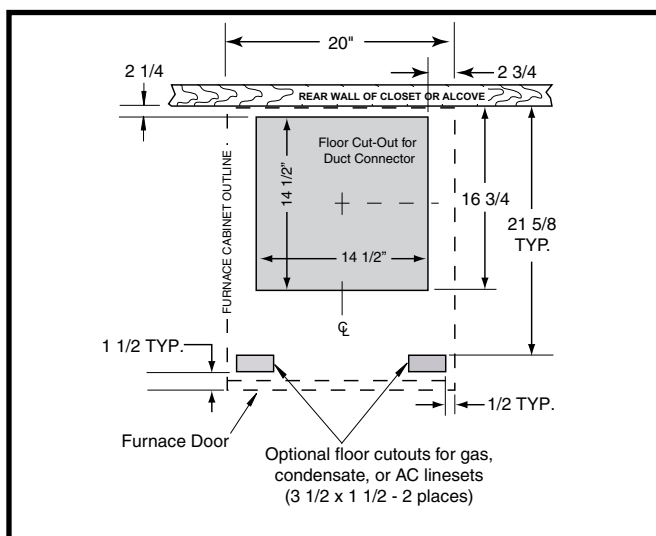
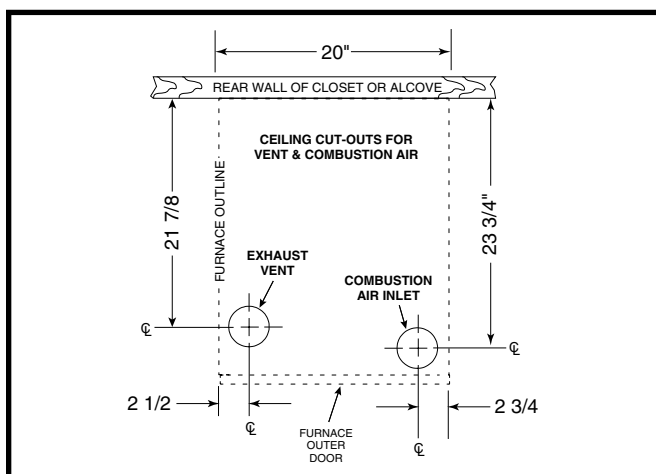

Figure 9. Dimensions de l'ouverture de plancher
Figure 10. Dimensions de l'ouverture de plafond
Pour positionner les conduits standard, consultez la Figure 9. Pour les conduits circulaires, consultez la Figure 10.
1. Mesurez à partir du mur arrière ou de l'alcôve et marquez la ligne centrale du trou dans le plancher. En utilisant la ligne centrale comme point de départ, tracez le reste du trou pour les conduits en fonction des dimensions montrées à la Figure 9.
5. Mesurez et percez un trou de gaz et une ouverture pour le serpentín de refroidissement (s'il y a lieu). Voyez la Figure 9 et la Figure 10.
Les ouvertures dans le plafond et le toit doivent être positionnées soigneusement pour prévenir les erreurs d'alignement entre la fournaise, les conduits d'air de combustion et les conduits d'évacuation. Voyez la Figure 10.
2. En utilisant les lignes centrales comme point de départ, tracez le reste du trou pour les conduits en fonction des dimensions montrées à la Figure 10.